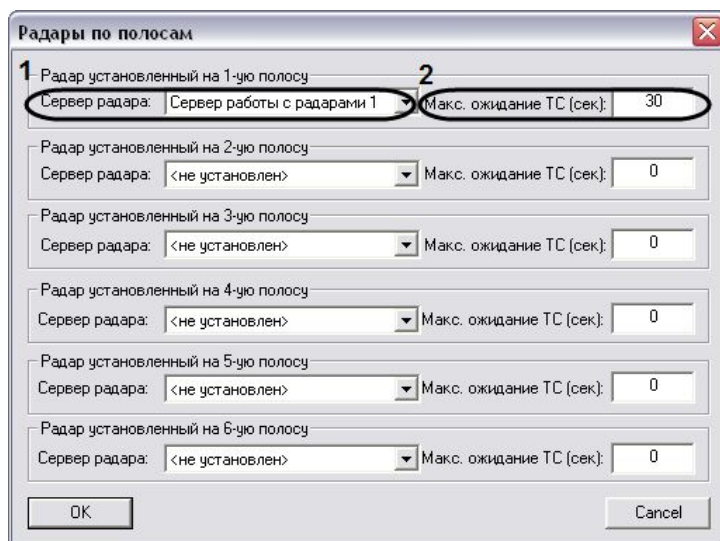

Рис. 7.5.9-2 Настройка совместной работы программных модулей «Детектор транспорта» и «Радар»
- a. Выбрать Сервер работы с радаром из списка «Сервер радара». В данном списке требуется выбрать объект «Сервер работы с радаром», который соответствует устройству «Радар», направленному на полосу дорожного движения, по которой требуется определять скорость движения транспортных средств (см.Рис. 7.5.9-2, 1).